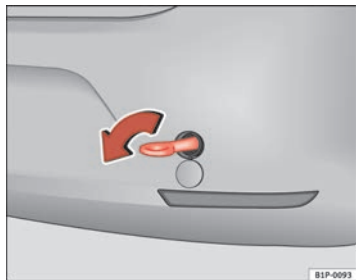

Abb. 184 Einschrauben
- Schrauben Sie die Abschleppöse in Pfeilrichtung *links* herum bis zum Anschlag vorne ⇒ Abb. 183 oder hinten ⇒ Abb. 184 in die Gewindebohrung ein. ■